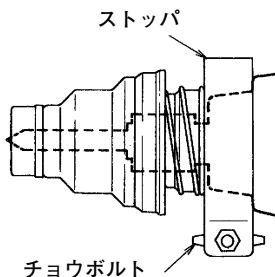

図 11
- (2) 図 11のようにストップを取付け、チョウボルトを締付けて固定します。